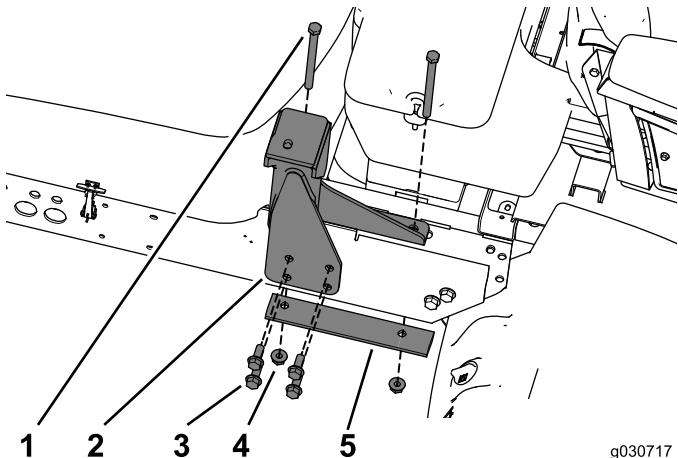

Figura 20
1. Utilize os dispositivos que retirou com o ROPS para prender a montagem traseira à estrutura (Figura 20).